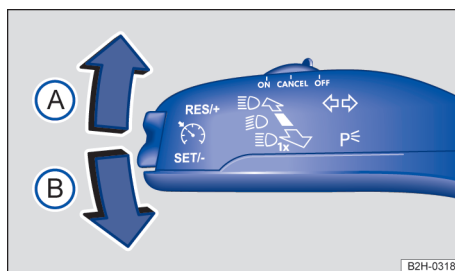

Fig. 80 En el lado izquierdo de la columna de dirección: palanca de los intermitentes y de la luz de carretera.
2. Mueva la palanca de los intermitentes y de la luz de carretera desde la posición central hasta la posición deseada → fig. 80: